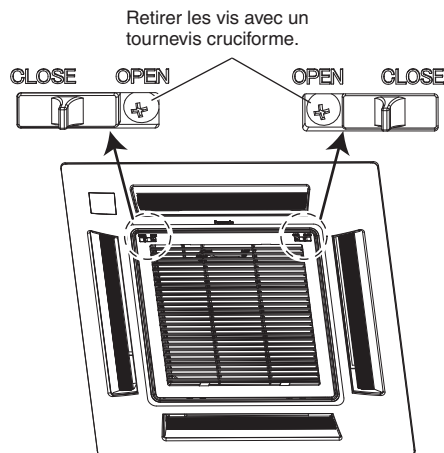

Fig. 7-1
- (1) Enlever la grille d'admission d'air et le filtre à air du panneau décoratif.
- a) Enlever les 2 vis du verrou de la grille d'admission d'air. (Fig. 7-1) (Remonter la grille d'admission d'air après l'installation du panneau décoratif.)